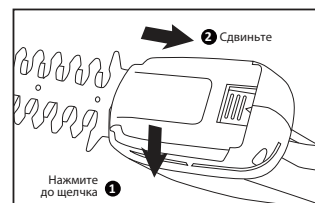

Рис. 7
3. После установки лезвия установите защитную крышку (6). Рис. 7